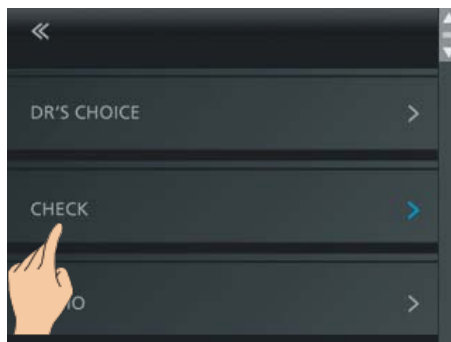

图 28 选择 CHECK (检查)
- 进入设置菜单, 选择 CHECK (检查) 功能 (图 28)。